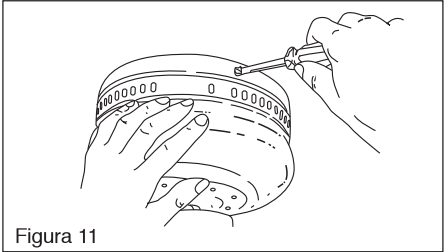

Figura 11
Paso 3 Fije la caja del motor en la barra de apoyo apretando los cuatro tornillos. (Figura 11)